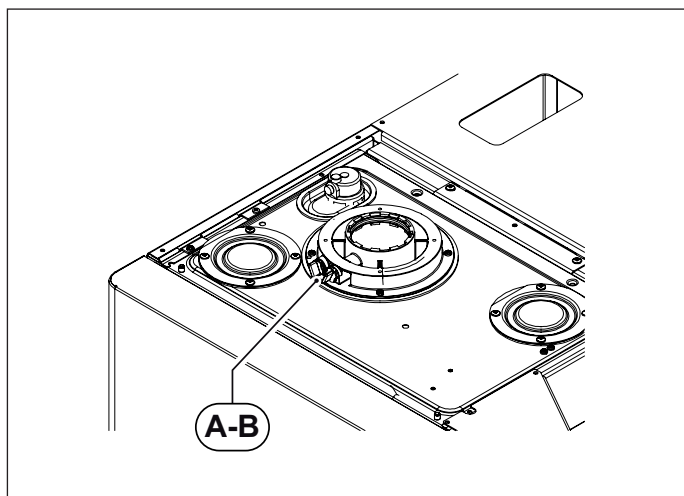
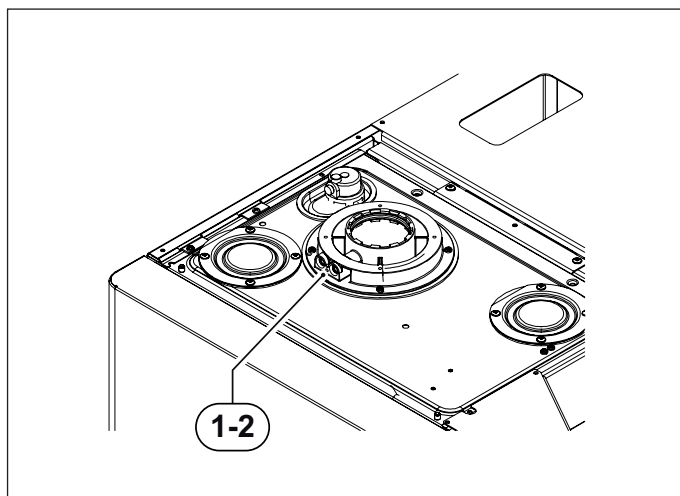

Fig. 15 Poziția bușoanelor
Fig. 16 Poziția orificiilor
Centrala termică este prevăzută cu un turn pentru racordarea conductelor de aspirație aer/evacuare gaze arse (vezi Fig. 15 Poziția bușoanelor și Fig. 16 Poziția orificiilor).
În turn au fost prevăzute orificii pentru accesul direct al aerului de combustie și pentru evacuarea gazelor arse (vezi Fig. 15 Poziția bușoanelor). Înainte de a efectua măsurătorile înlăturați bușoanele **A** și **B** din orificiile prevăzute pe turn (vezi Fig. 15 Poziția bușoanelor).
- măsurarea aerului de combustie preluat din orificiul **1** (vezi Fig. 16 Poziția orificiilor).
- măsurarea temperaturii gazelor arse și a CO₂ prelevat din orificiul **2** (vezi Fig. 16 Poziția orificiilor).